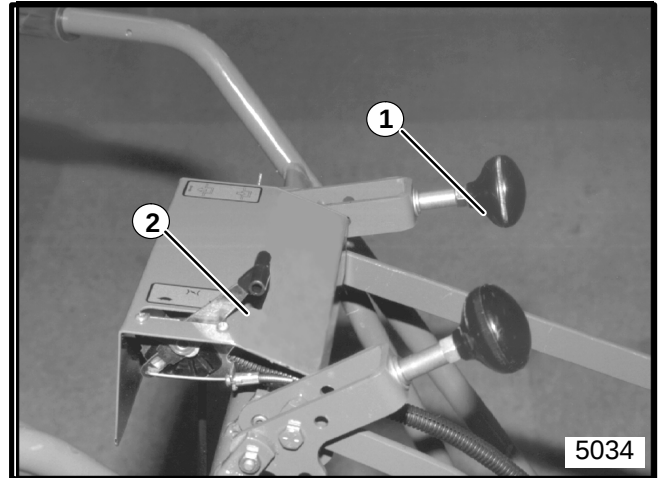

Figura 2
5. Una la palanca de control del pedal al lado izquierdo del montaje de la manija, usando dos (2) tornillos con cabecera de $\frac{1}{4}$ - 20 x $\frac{5}{8}$ " y contratueras. Vea la Figura 2. Conecte las dos uniones de control (Partes nros. 520689 y 521796) juntas y asegúrelas usando dos (2) 5/16-18 x 1" tornillos de reborde y tuercas de reborde.